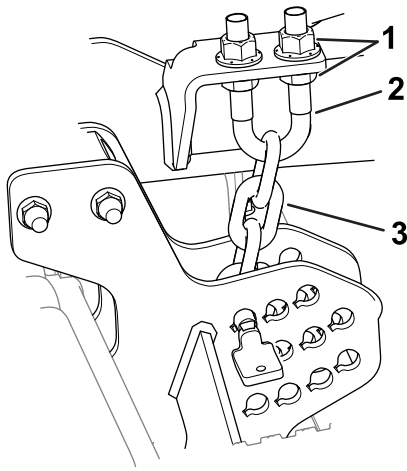

图 7
6. 松开剪草高度链条 U 形螺栓上的下锁紧螺母 图 7。
7. 调节螺母图 7 以升起或放低滚刀组后部使后部刀片的边缘比前缘高 610mm。